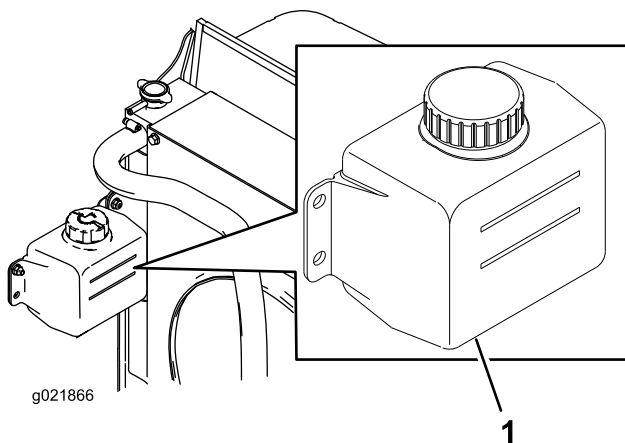

Bild 92
1. Prüfen Sie den Kühlmittelstand im Behälter (Bild 92).